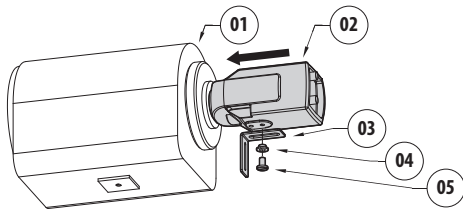

Fig. 9
Il est possible de fixer une entretoise H-20 (02) au système optique. Connecter la caméra et fixer l'étrier à L (Fig. 9, page 15). Interposer une entretoise en plastique (01) de l'épaisseur requise et le fixer avec rondelle et vis (03).